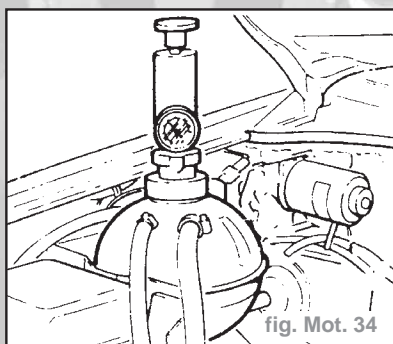

fig. Mot. 34
- Brancher à la tubulure de remplissage un appareil de contrôle de radiateur à la place du bouchon à desserrage rapide et la placer avec l'outil **KM-471** sur le vase d'expansion à la place du bouchon fileté (fig. Mot. 34).